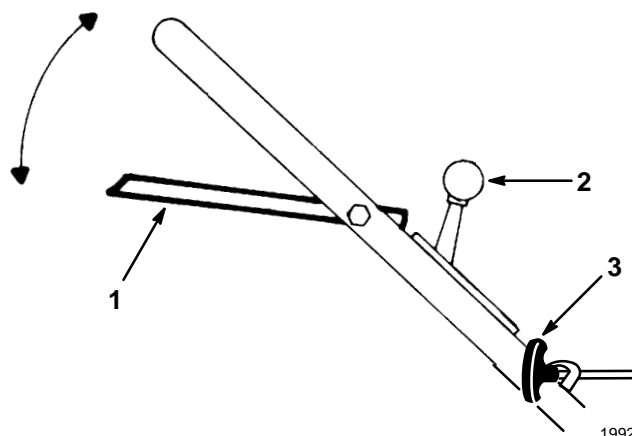

Figure 9
1. CONTROLES—El control del acelerador, la barra de control y el arrancador manual están en la manija superior (Fig. 9).
4. ARRANQUE—Mueva el control de velocidad sobre el terreno a la posición **N** NEUTRA (Fig. 11) y el acelerador a **R** RAPIDO. Levante la barra de control (Fig 9) y manténgala en esa posición. Tire del arrancador manual (Fig 9) hasta que se produzca un enganche positivo, entonces tire con fuerza para
encender el motor. Cuando encienda, mueva el acelerador hasta la posición  **RAPIDO** (Fig. 9). Espere a que se caliente el motor. Durante el período de calentamiento, se puede operar el equipo.